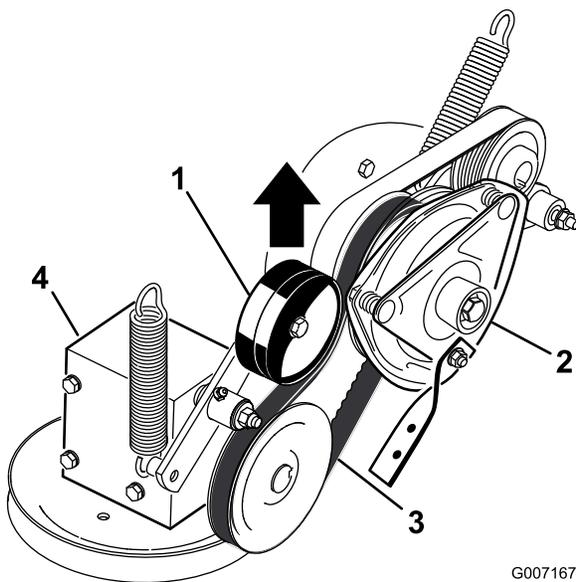

Figure 52
5. Tirez sur la poulie de tension rappelée par ressort de la courroie d'entraînement de PDF et déposez la courroie de la poulie d'embrayage (Figure 52).
17. Tirez sur la poulie de tension rappelée par ressort de la courroie d'entraînement de PDF et placez la courroie sur la poulie d'embrayage (Figure 52).